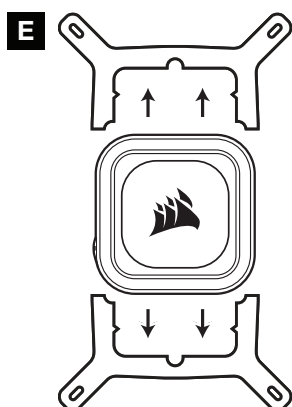

Figura 1
- > Rimuovere la staffa di montaggio Intel integrata (Figura 1).